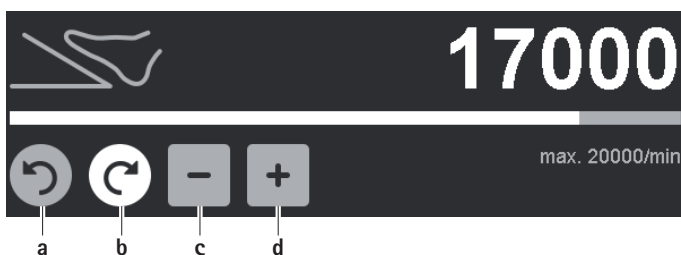

Рис. 6 Изменение верхней границы диапазона числа оборотов/направления вращения
- ▶ Изменение направления вращения (кроме дрели GA844): Нажать неактивную, серую кнопку направления вращения по часовой стрелке/против часовой a/b, см. Рис. 6.